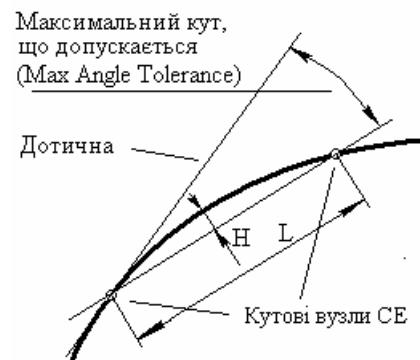
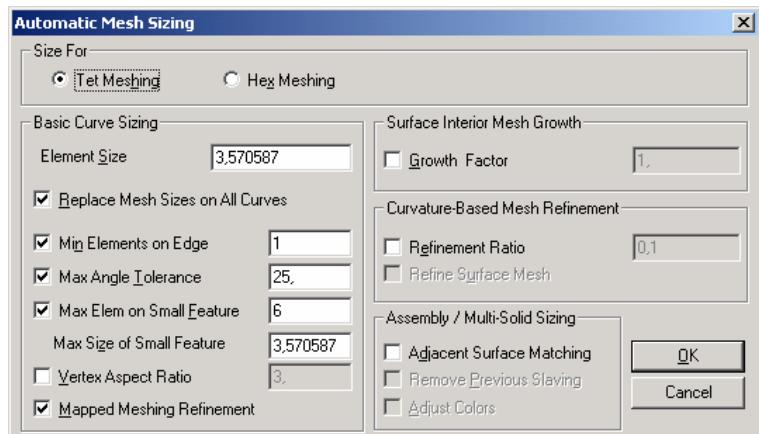

Рис.3.7. До завдання значення „Max Angle Tolerance”
Рис.3.13. Діалогова панель завдання параметрів створення СЕС у „твірдому” тілі, тетраедральні СЕ
- на поверхні (**Size on Surface...**): обираються поверхні, після чого з'являється відповідна діалогова панель „**Automatic Mesh Sizing**” (див. рис.3.6-б). На ній потрібно вказати максимальний розмір CE (**Element Size**); мінімальну кількість елементів на ребрі (**Min Elements on Edge**); максимальний кут, що допускається (**Max Angle Tolerance**, див. рис.3.7); максимальну кількість (**Max Elem of Small Feature**) та розмір (**Max Size of Small Feature**) CE у околі
малих особливостей. Ще на ній можна встановити опцію „Replace Mesh Sizes on All Curves” (замінити розміри сітки на усіх кривих), тобто відмінити попередню розмітку; а також опції „Length Based Sizing” (розмітка, що основана на довжині) та „Mapped Meshing Refinement” (вдосконалене відображення сітки). Є ще параметри: коефіцієнт зменшення для вершини (Vertex Aspect Ratio); у секції „Surface Interior Mesh Growth” – коефіцієнт зростання розмірів СЕ по мірі віддалення від границі поверхні (Growth Factor); у секції „Curvature-Based Mesh Refinement” включена опція „Refinement Ratio” вкаже на те, на кривих границях розмітку СЕ необхідно провести відповідно до вказаного коефіцієнту, який дорівнює відношенню $H / L < 1$ (див. рис.3.7), що дозволяє побудувати якісну сітку на криволінійних границях; а опція „Refine Surface Mesh” – що після цього СЕС необхідно ще раз оптимізувати;
Для створення *тетрагональної* тривимірної СЕС на основі „твірдих” тіл є команда **Mesh→Geometry→Solids...**. Обираються „твірді” тіла, з’являється діалогова панель „**Automatic Mesh Sizing**” (див. рис.3.13). На ній потрібно обрати „**Tet Meshing**” або „**Hex Meshing**” (тетрагональні або гексагональні СЕ); вказати: максимальний розмір СЕ (**Element Size**); мінімальну кількість елементів на ребрі (**Min Elements on Edge**); максимальний кут, що допускається (**Max Angle Tolerance**, див. рис.3.7); максимальну кількість (**Max Elem of Small Feature**) та розмір (**Max Size of Small Feature**) СЕ у околі малих особливостей. Ще на ній можна встановити опцію „**Replace Mesh Sizes on All Curves**” (замінити розміри сітки на усіх кривих), тобто відмінити попередню розмітку поверхонь та ребер; опції „**Length Based Sizing**” (розмітка, що основана на довжині), „**Mapped Meshing Refinement**” (вдосконалене відображення сітки). Останні опції можуть покращити створену СЕС.
Крім того, тривимірну тетрагональну СЕС можна отримати на основі поверхонь, які створюють замкнений простір. Дається команда **Mesh→Geometry→Solids from Surfaces...**, обираються поверхні, з'являється діалогова панель „Automatic Mesh Sizing” (див. рис.3.13). Параметри, що задаються на ній, розглянуті у Розділі 3.3.1.1.